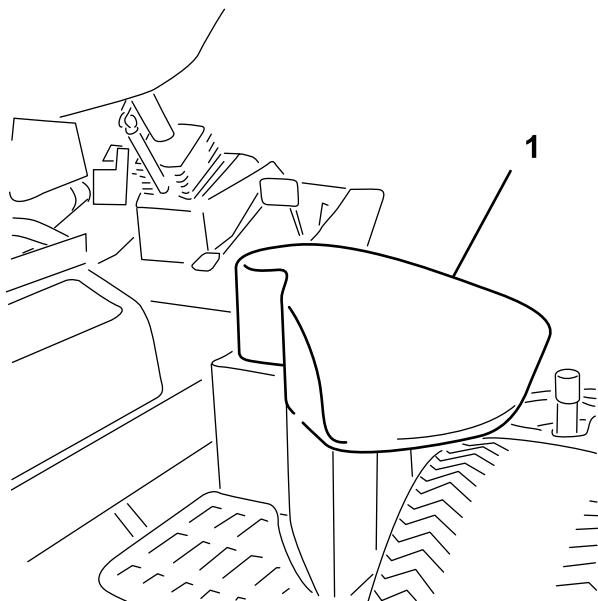

図 35
2. 機体右側から油圧オイルタンクのカバーを開ける（図 35）。